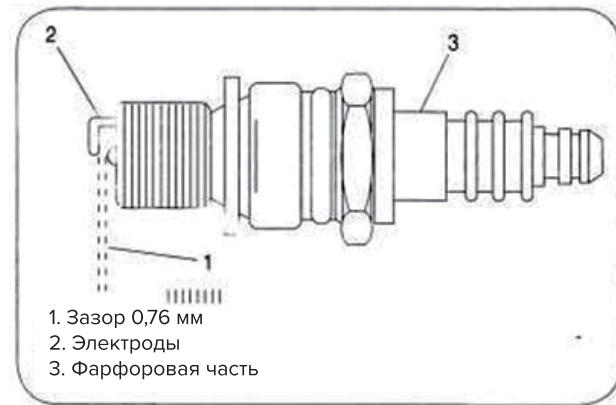

Рисунок 31
4. Пользуясь щупом, проверить зазор между электродами и при необходимости установить его на 0,76 мм (см. Рисунок 31)